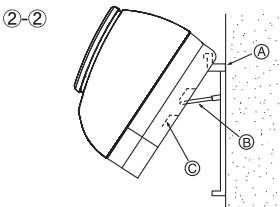

Fig. 3-6
②-② Приподнимите внутренний прибор, соединив поддерживающие части (которые закреплены на монтажном щите) с ребрами, расположенными на задней панели прибора, как показано на иллюстрации. (Fig. 3-6) Когда все трубы будут проложены и соединены и т.д., верните поддерживающие части в их исходное положение на монтажном щите. (Если прибор не будет надежно закреплен, во время его работы может наблюдаться вибрация)